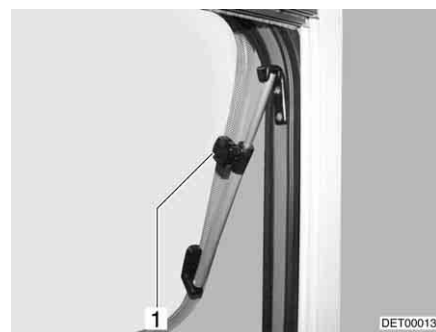

Bild 46 Ausstellfenster mit Dreh-Ausstellern, geöffnet
- Ausstellfenster bis zur gewünschten Stellung öffnen und mit Rändelknopf (Bild 46,1) feststellen.
- Rändelknopf (Bild 46,1) drehen, bis Arretierung freigegeben wird.